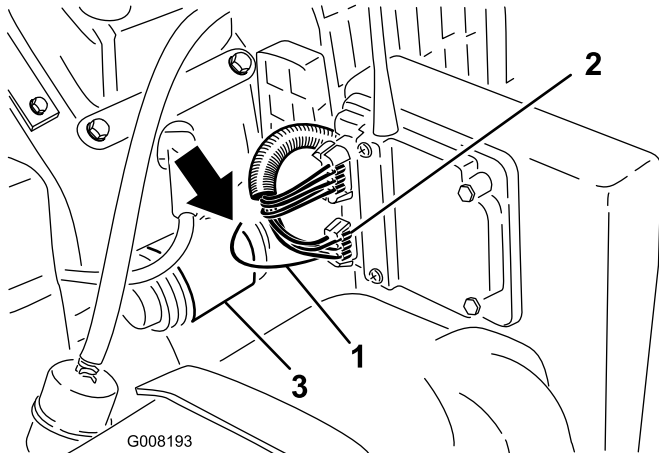

Figure 21
1. Trouvez le jaune rayé de noir qui est engagé dans le tube du faisceau de câblage sortant du connecteur à 6 broches au niveau du récepteur (Figure 21). Sortez le fil du tube.